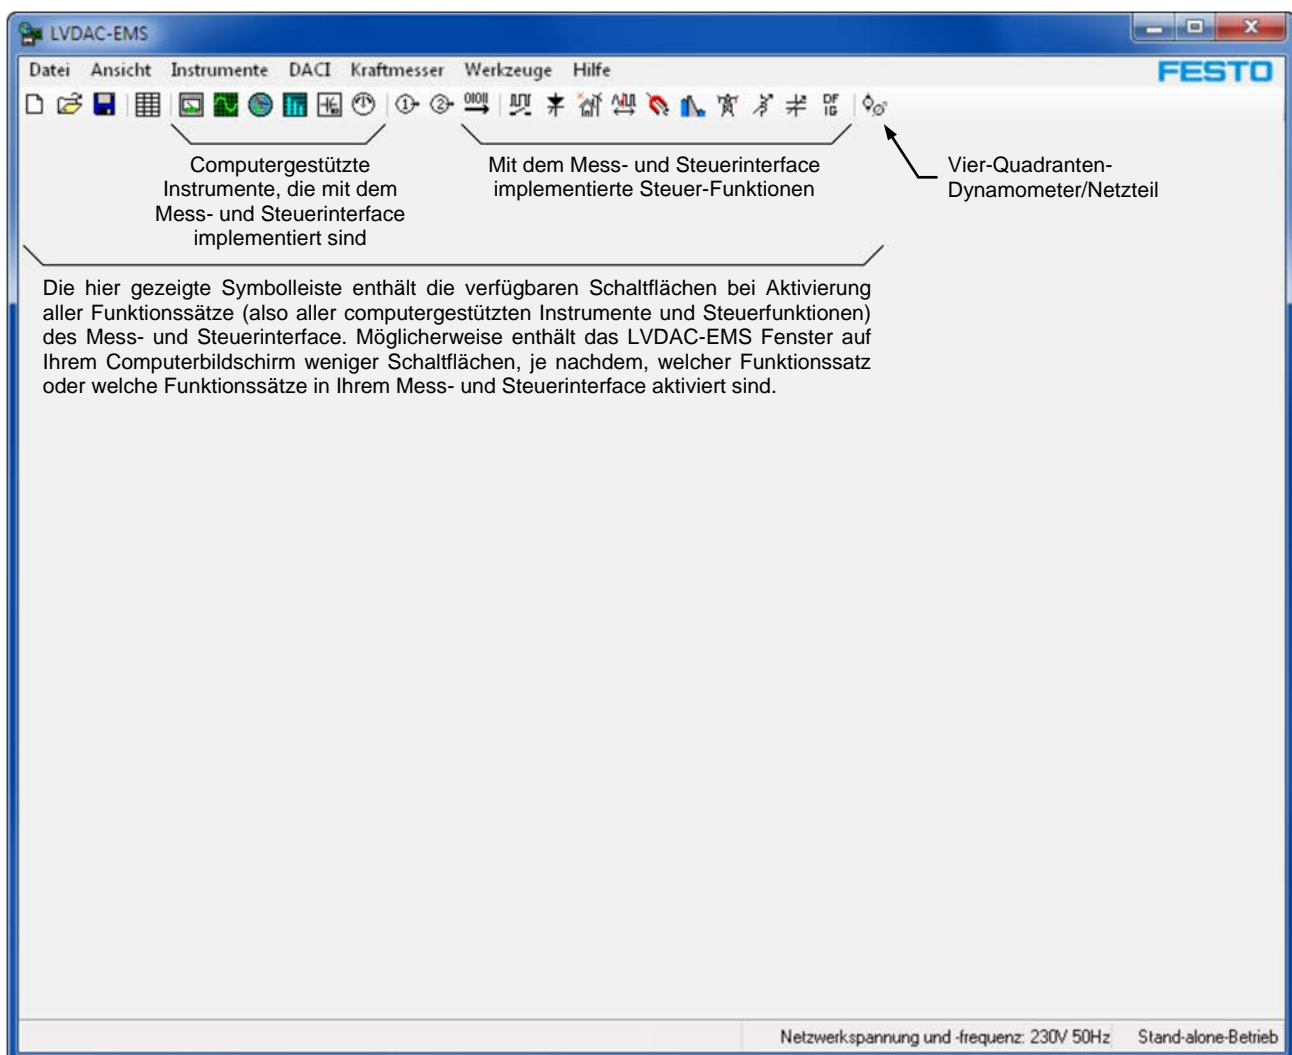

Abbildung 5. Hauptfenster der LVDAC-EMS Software.
9. Wählen Sie im LVDAC-EMS Startfenster die Netzspannung und Frequenz, die der Spannung und Frequenz Ihres lokalen Wechselstrom-Netzwerkes entspricht, und klicken Sie dann auf die Schaltfläche **OK**. Dadurch wird das LVDAC-EMS Startfenster geschlossen und das LVDAC-EMS Hauptfenster erscheint (Abbildung 5).
10. Abbildung 5 zeigt das LVDAC-EMS Hauptfenster. Die Anzeige "Mit Hardware verbundene Betriebsart" in der rechten unteren Ecke dieses Fensters zeigt an, dass LVDAC-EMS ordnungsgemäß mit dem Mess- und Steuerinterface und der Vier-Quadranten Netzteil und Dynamometer Steuereinheit verbunden ist. Die Symbolleiste ermöglicht die schnelle Auswahl eines Instruments oder einer Steuerfunktion, die mit dem Mess- und Steuerinterface umgesetzt sind, oder den Aufruf der Vier-Quadranten-Dynamometer/Stromversorgung, welche den Zugriff auf die Funktionen erlaubt, die mit der Vier-Quadranten Netzteil und Dynamometer Steuereinheit umgesetzt sind.